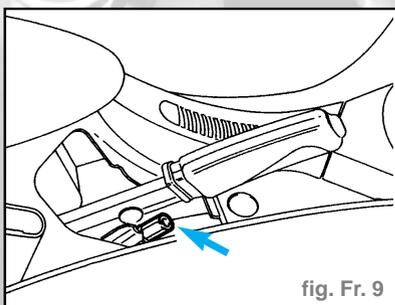

fig. Fr. 9
- Desserrer le câble de commande du frein de parking après avoir enlevé le revêtement du levier de commande correspondant (fig. Fr. 9).
- Desserrer la tension du câble de commande de frein à main en agissant sur la vis indiquée ci-contre, après avoir enlevé le revêtement du levier (fig. Fr. 9).